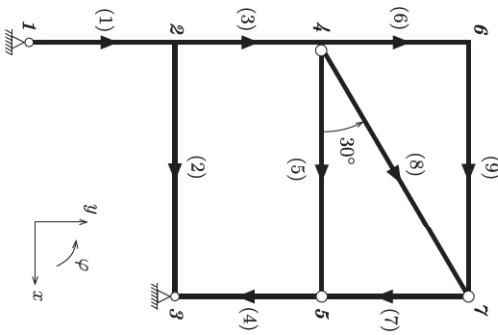

Fig. E7
7. (1999, PR Q1[2,0]) Na análise matricial da estrutura da figura E7, cada nó possui um grau de liberdade de rotação além dos de translação. Sabendo que são pedidas as rotações da extremidade 3 da barra 2 e da extremidade 7 da barra 8, determine: